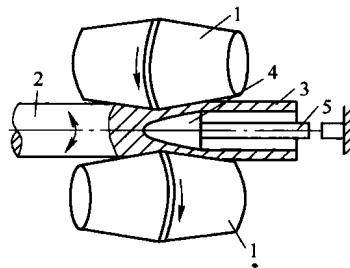

图 1-2 二辊斜轧简图
(2) 斜轧。斜轧是指金属在同向旋转且中心线相互成一定角度的轧辊缝隙间进行塑性变形（图 1-2）。金属沿轧辊交角的中心线方向进入轧辊，金属在变形过程中除了绕其轴线旋转运动外，还有沿其轴线的前进运动。亦即既旋转又前进的螺旋运动。